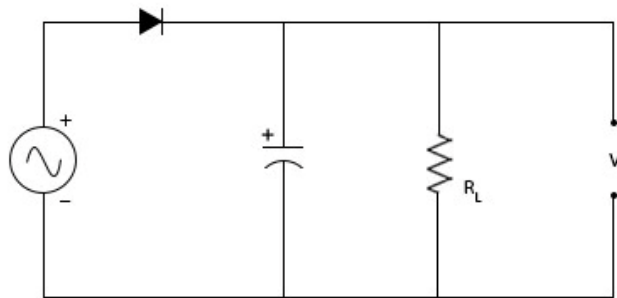

Figura 1: Circuito rectificador de media onda
- Arme el circuito rectificador de media onda de la Figura 1 (inicialmente sin el capacitor) y aliméntelo con el generador de alterna de valor eficaz 12 V y frecuencia de red (50Hz).